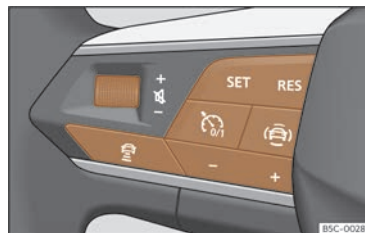

Fig. 130 No volante multifunción: botóns para manexar o ACC.
- Prema a tecla  do volante multifunción >>> **fig. 130**.
• Para comezar a regulación prema a tecla **SET** >>> **fig. 130**.
Para programar a velocidade, prema os botóns + ou - >>> **fig. 130** ata a velocidade desexada. O axuste da velocidade realízase en intervalos de 10 km/h (5 mph).
• Prema a tecla **+** e, a continuación, a tecla + ou - >>> **fig. 130**.
• Prema brevemente a tecla **RES** >>> **fig. 130** ou pise o pedal do freo.